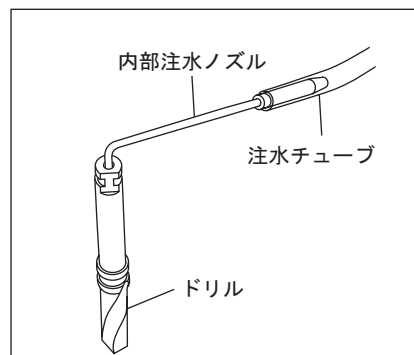

図12
- 3) ご使用になるドリルの後部より内部注水ノズルを差し込みます。(図12)